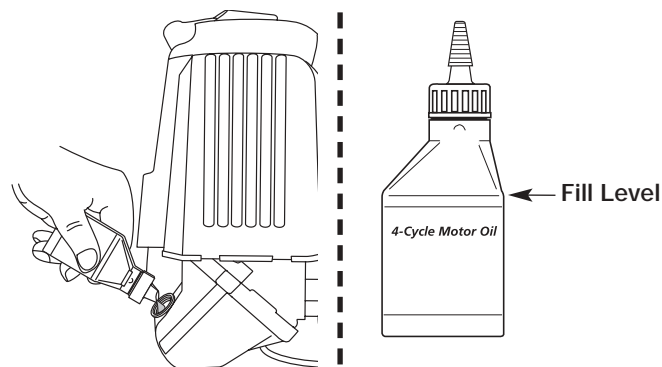

Fig. 19
**REMARQUE:** Mesurez la quantité nécessaire à l'aide de la bouteille et de la buse utilisées lors de la mise en service. 100 ml (3,4 oz) correspond environ au haut de l'étiquette de la bouteille (Fig. 19). Vérifiez le niveau d'huile avec la jauge. S'il est trop bas, ajoutez un peu d'huile par l'orifice et revérifiez (Fig. 19). Ne remplissez pas trop.